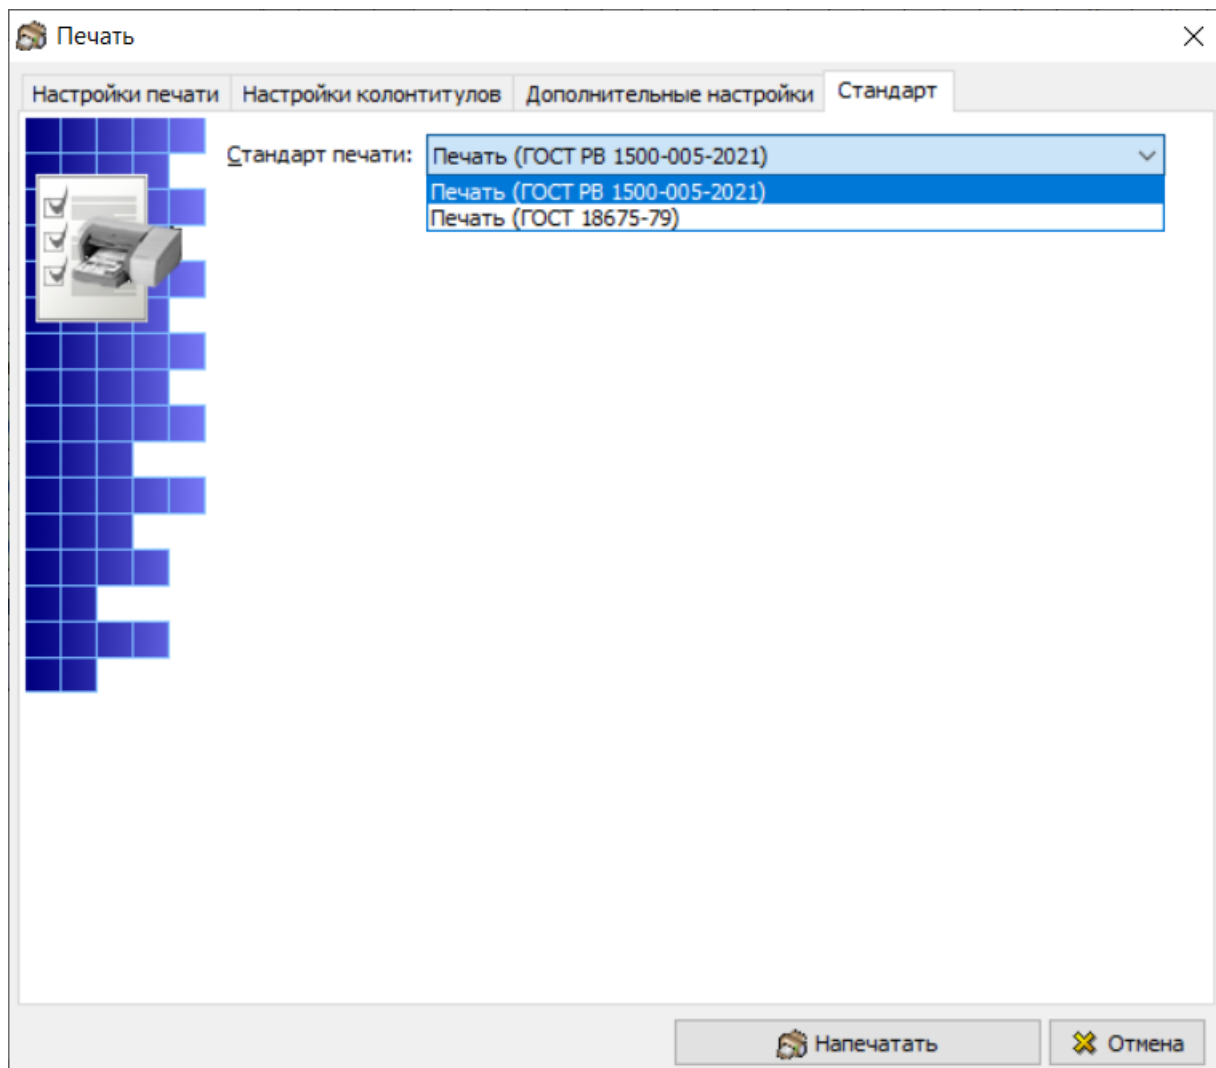

Рисунок 941
- 2) Для параметра **Стандарт печати** выберите одно из значений из выпадающего списка (рисунок 941). Публикация будет напечатана в соответствии с требованиями, указанными в выбранном ГОСТ (ГОСТ РВ 1500-005-2021 или ГОСТ 18675-79). От выбора ГОСТ будет зависеть: